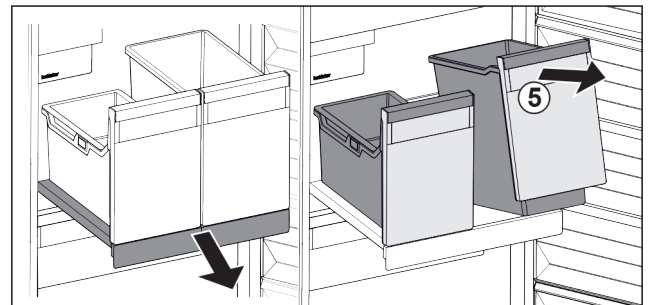

Fig. 23
- ▶ Sollevare il contenitore Fig. 23 (5) dal lato anteriore.